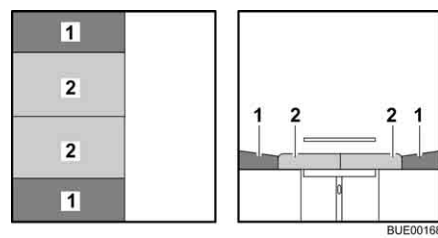

Fig. 71 Dopo la trasformazione
- Tirare i cuscini del divano (Fig. 71,2) verso il centro.
- Posizionare i cuscini dello schienale (Fig. 71,1) tra i cuscini del divano e la parete.